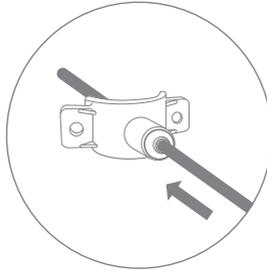

Рис. 22
3. Проденьте красную пластиковую трубку из комплекта поставки через штуцер хомута, чтобы она вышла с внутренней стороны хомута на 7...10 мм (рис. 22).